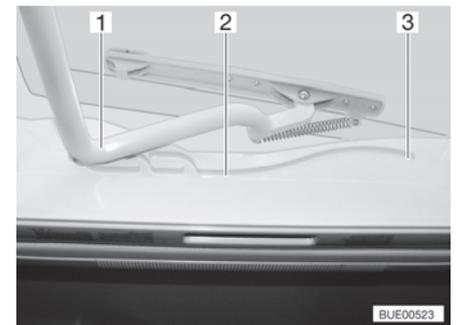

Fig. 44 Guida (oblò Heki)
- Tirare la staffa (Fig. 44,1) nelle guide (Fig. 44,2) fino alla posizione più all'indietro (Fig. 44,3).
- Spingere la staffa (Fig. 44,1) leggermente verso l'alto con ambedue le mani.
- Tirare la staffa nelle guide (Fig. 44,2) fino alla posizione desiderata.